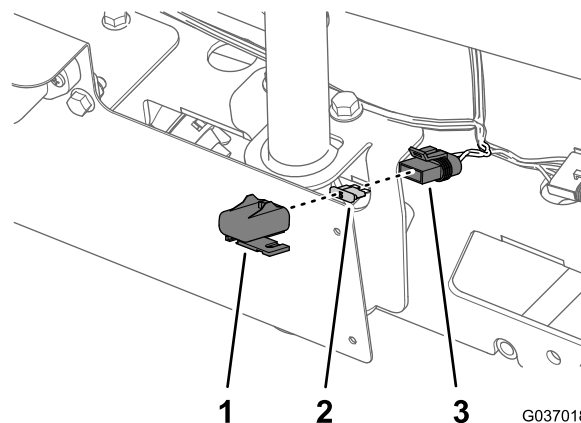

Figura 73
1. Retire la tapa del alojamiento de los fusibles (Figura 73).
2. Retire el fusible abierto (Figura 73).
3. Inserte el nuevo fusible en el alojamiento hasta que quede totalmente asentado (Figura 73).
4. Monte la tapa en el alojamiento de los fusibles (Figura 73).